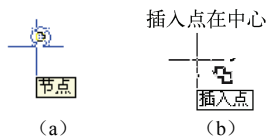

图 1-54 捕捉节点和插入点
④ 节点 (NODE)：捕捉点对象以及尺寸的定义点。块中包含的点可以用作快速捕捉点。如图 1-54 (a) 所示。
属性, AutoCAD 将捕捉属性的插入点而不是块的插入点。因此, 如果一个块完全由属性组成, 只有当其插入点与某个属性的插入点一致时才能捕捉到其插入点。如图 1-54 (b) 所示。